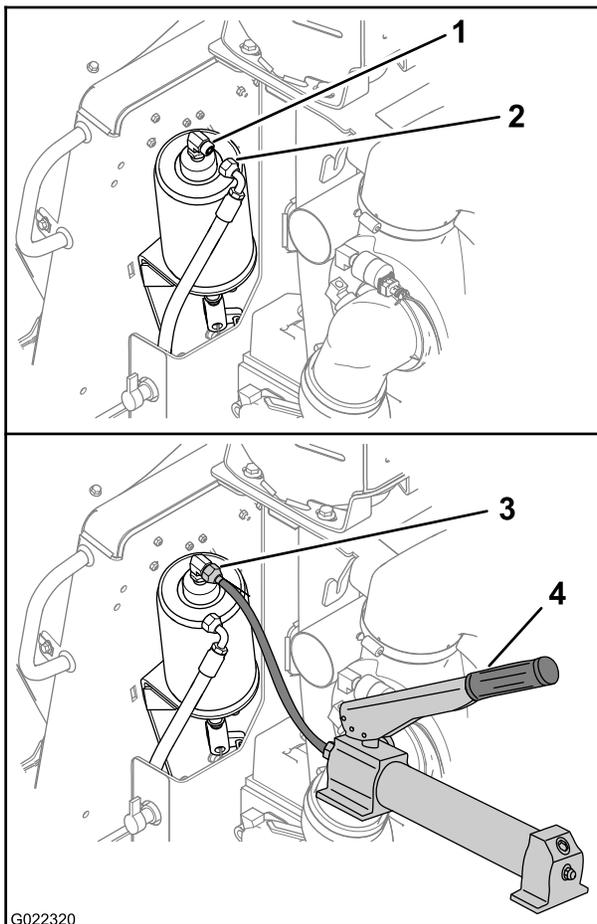

Figura 30
1. Desconecte la manguera hidráulica del cilindro del freno de estacionamiento, según se muestra en Figura 30.
2. Conecte una bomba hidráulica manual con capacidad de 350 psi al cilindro del freno (Figura 30).